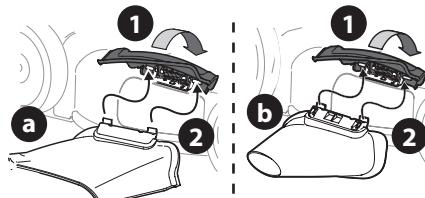

Figure 14
- Relevez le bouchon de déchiquetage. Voir Figure 14.